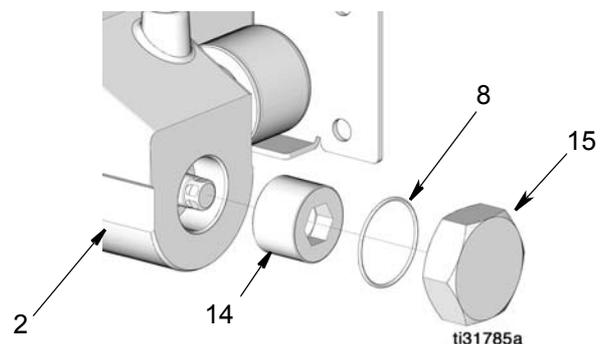

FIG. 16
**NOTA:** Non è necessario rimuovere il motore pneumatico (1) dalla base della pompa (2) per smontare il gruppo pompante. Tuttavia, è più facile accedere a tutte le tenute con il motore pneumatico rimosso.
2. Rimuovere il dado di estremità (15) e l'O-ring (8) dalla base della pompa (2) (FIG. 16).